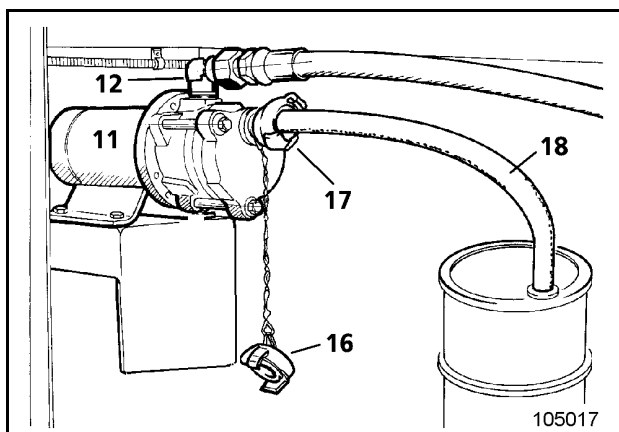

Fig. 2-36:
- Dévisser le couvercle (16, Fig. 2-36:) du raccord express (17).
- Raccorder le flexible de remplissage (18) à l'accouplement express (17) et l'introduire dans le réservoir à carburant. Mettre la pompe électrique de l'installation de ravitaillement en marche au moyen de l'interrupteur à clé (14).